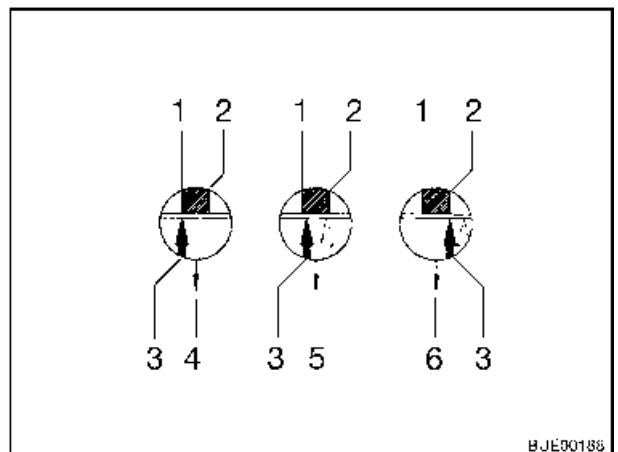

Bild 109 Reibebeläge
- Wenn der Pfeil an der Druckscheibe (Bild 109,3) vor oder an der Markierungsfläche (Bild 109,1) steht, sind die Reibebeläge noch im Neuzustand (Bild 109,4).
- Wenn der Pfeil an der Druckscheibe innerhalb der Markierungsfläche (Bild 109,1 bis 2) steht, sind die Reibebeläge leicht abgenutzt (Bild 109,5).
- Wenn der Pfeil an der Druckscheibe am Ende der Markierungsfläche (Bild 109,2) steht oder sie überschreitet, sind die Reibebeläge abgenutzt (Bild 109,6).